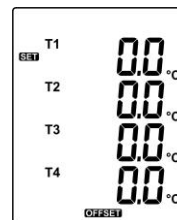

Fig.10
- (1) Mit der oder Taste den Messkanal auswählen
- (2) (siehe Fig.10)